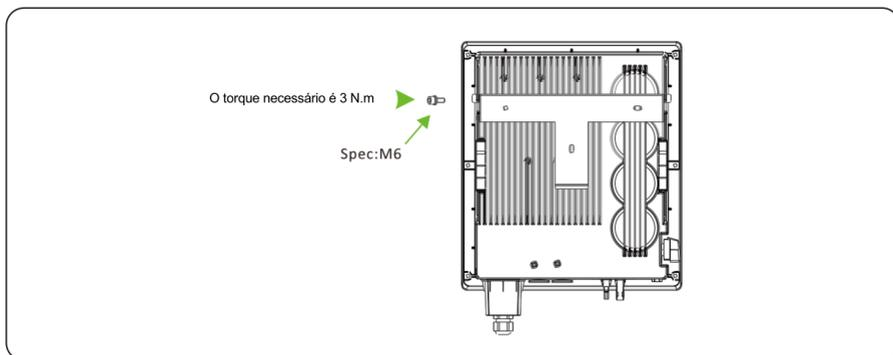

Figura 4.14 Fixando do Inversor
Passo 2 Monte o inversor no painel traseiro e mantenha-os alinhados entre si, como mostra a figura 4.14.
Passo 3 Aperte os dois parafusos hexagonais em ambos os lados do inversor para um torque de 1.2 N.m e 3 N-m, respectivamente, como mostrado na figura 4.14.